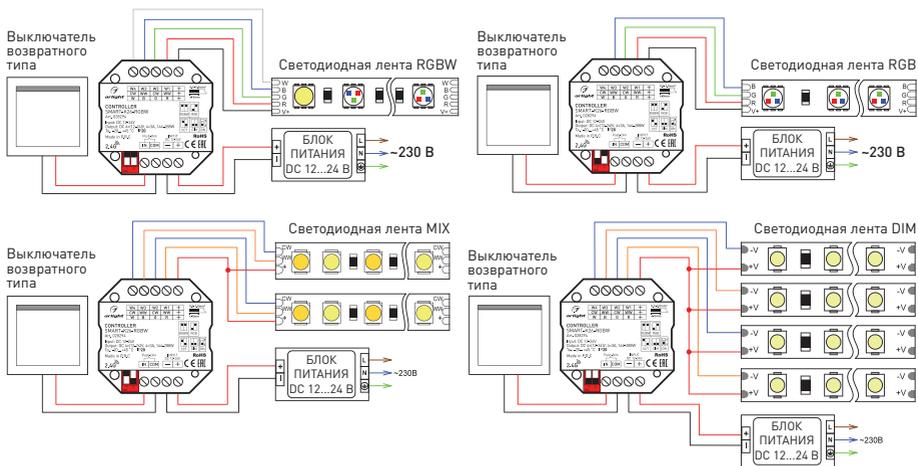

Рис. 2. Схема подключения контроллера SMART-K26-RGBW
- 3.2. Подключите контроллер согласно одной из схем, как показано на рис. 2.